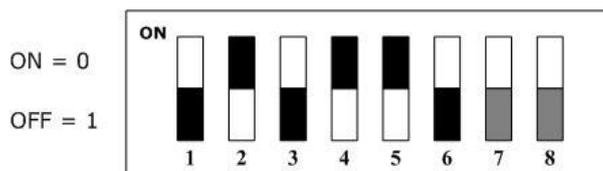

图 1.6 拨码开关设置使模块采用内部存储的波特率和 MAC ID 值
- 波特率开关设定值为 3 且 MAC ID 开关设定值不为 63 时，模块采用存储的波特率以及 MAC ID 值，并可通过网络修改波特率以及 MAC ID 值，如图 1.6 所示。